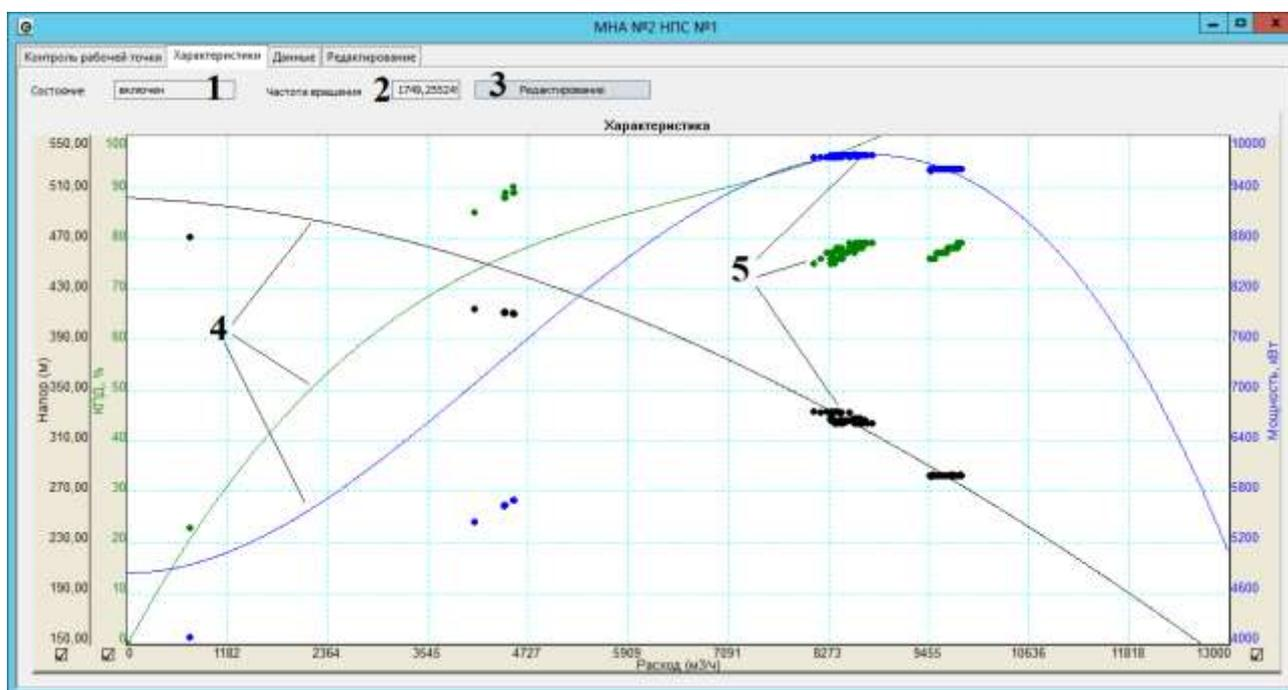

Рисунок 7.12– Окно контроля характеристик агрегата, вкладка «Характеристики»
- 3) кнопка вызова «Окна редактирования характеристик» (см. рисунок 7.12).